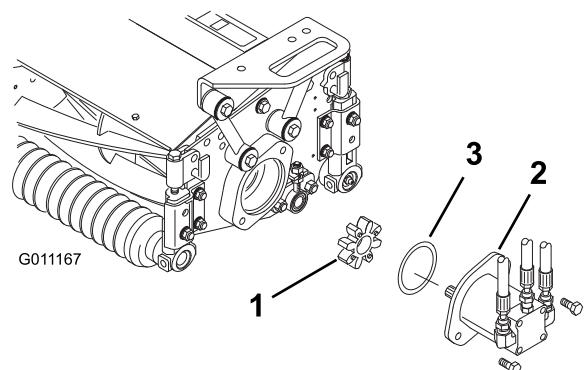

Figura 24
4. Localice la corona de enganche (Figura 24) que se suministra dentro del alojamiento del cojinete.